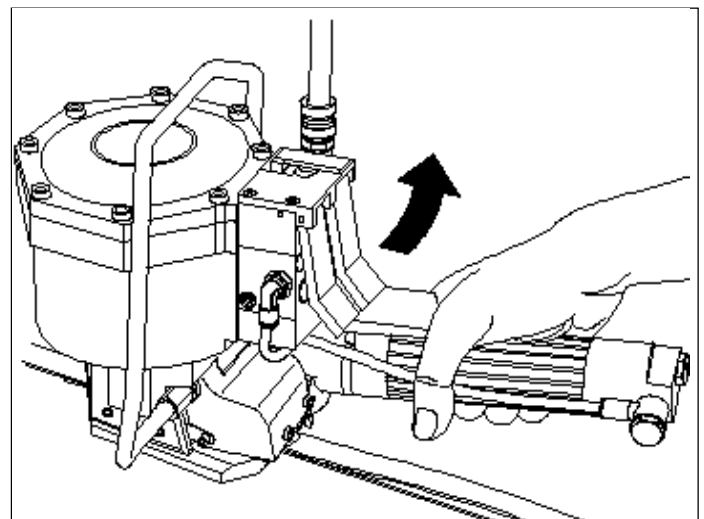

FIG. 7
- Dopo aver terminato il ciclo di chiusura, premere la leva (A) ed estrarre l'apparecchio tirando verso destra (fig.7).
- When the tensioning sealing and cutting cycles have been completed squeeze lever (A) and turn the tools to the right to release the strap (Fig.7)
- Après avoir terminé le cycle de fermeture, appuyer sur le levier (A) et enlever l'appareil en le poussant vers la droite (fig. 7).